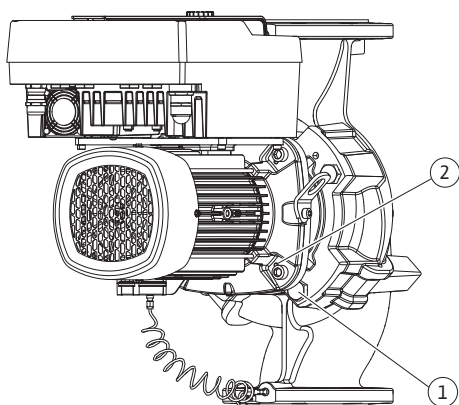

Fig. 104: Виштовхування вставного модуля через різьбові отвори (DN 100 – DN 125)
23. Виштовхнути вставний модуль із корпусу насоса. Використовувати для цього два різьбові отвори (див. Fig. 104, поз. 1).
33. Для виштовхування вставного модуля з корпусу насоса використовувати два сусідні різьбові отвори (Fig. 104, поз. 1) і відповідні гвинти, надані на місці встановлення (наприклад, M10x25 мм).